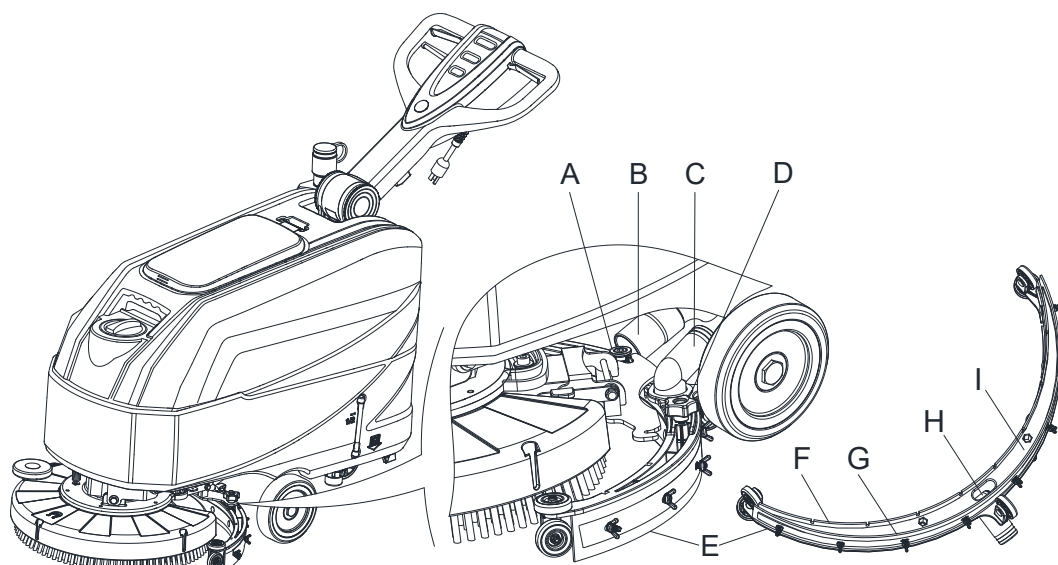

图 12
4. 从水刮接头 (C, 图12) 上拆开连接的吸污管 (B)。
5. 松开水刮固定把手 (D) 拆下水刮 (E)。
11. 清理水刮架 (E, 图12)。特别要清理干净固定的凹槽 (I) 和吸污管接头 (H) 内的污垢和碎片。检查前刮条 (F) 和后刮条 (G) 是否完整, 是否有缺口或裂痕。必要的情况下更换它们 (参见下面段落中的步骤)。